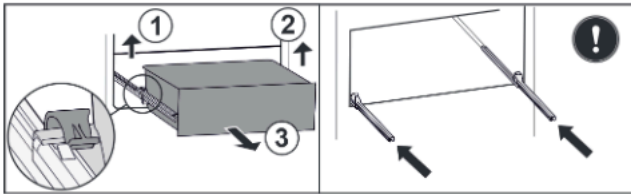

Fig. 48
- ▶ Sollevare il morsetto sinistro e allo stesso tempo tirare in avanti il cassetto sinistro. Fig. 48 (1)
- ▶ Sollevare il morsetto destro e allo stesso tempo tirare in avanti il cassetto destro. Fig. 48 (2)
- ▶ Rimuovere il cassetto tirandolo in avanti. Fig. 48 (3)